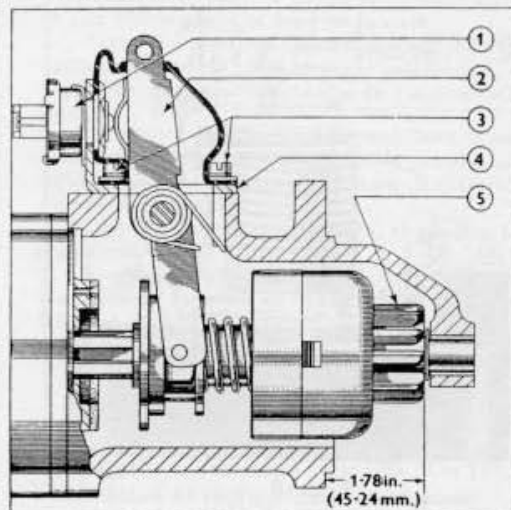

Fig. 11
3. Positionner la partie inférieure de la fourchette de levier de commande, les patins étant décentrés par rapport au pignon. Monter la partie supérieure de la fourchette, la face lisse regardant le pignon. Remonter le ressort de rappel et les deux entretoises, la boucle du ressort étant tournée vers le bas et en direction opposée au corps du démarreur (voir FIG. 11) puis, introduire le boulon d'axe du levier. Placer les extrémités des ressorts dans le boîtier, derrière la bride.
6. Abaisser le levier de commande jusqu'à ce que la distance comprise entre la face arrière des dents du pignon et la bride d'assemblage du démarreur soit de 81,6 mm. comme le montre la FIG. 11. Régler l'équerre de support du contact de relais jusqu'à ce que les contacts se ferment. Bloquer les vis de fixation. Vérifier que les contacts sont fermés, à l'aide d'une batterie et d'une lampe-témoin.